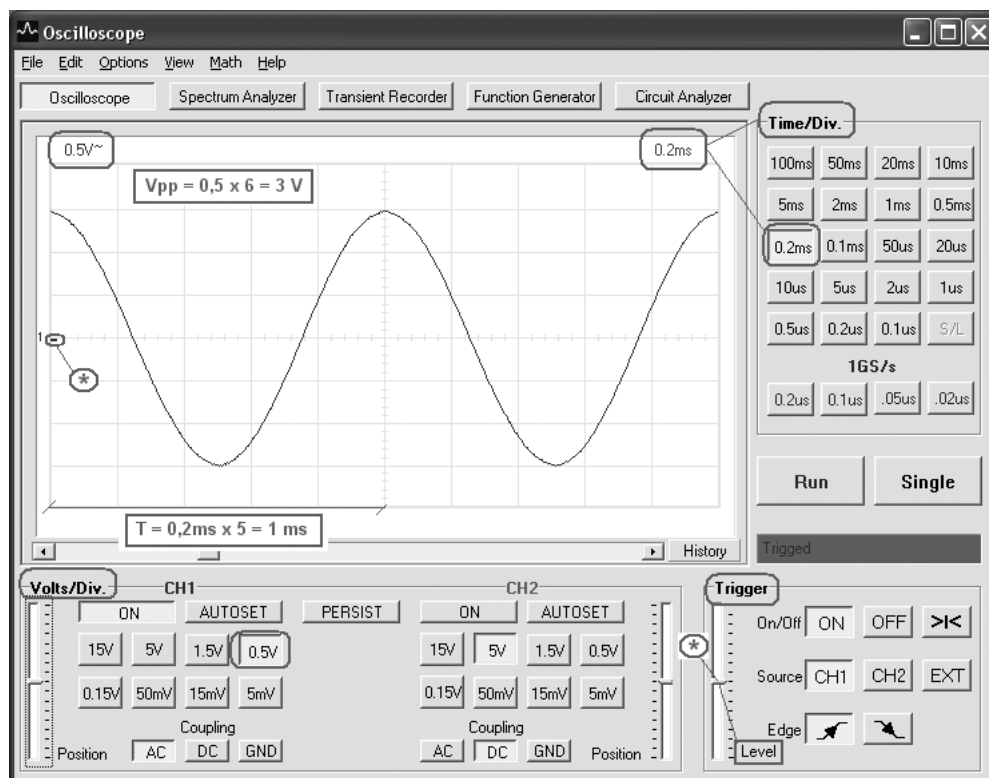

FIGURA A.7 Misura del periodo e del valore picco picco di una sinusoide.
- colleghiamo il segnale al canale 1 (CH1) dell'oscilloscopio, impostiamo l'accoppiamento AC e un valore di Volts/Div. tale da far occupare al segnale, in verticale, almeno quattro divisioni sullo schermo; in FIGURA A.7 (a pagina seguente) con 0,5 Volts/Div. il segnale occupa sei Div.;
sia immediatamente rilevabile (come in FIGURA A.7), risulta conveniente posizionare la forma d'onda in modo che negli istanti scelti per misurare il periodo la forma d'onda attraversi l'asse orizzontale, che riporta la suddivisione fine; con il cursore *X position* si sposta la forma d'onda in modo da far coincidere il primo punto con l'inizio di una divisione e si misurano le Div. che intercorrono fra i due punti; per migliorare la precisione della misura è possibile settare la base dei tempi in modo da visualizzare un solo periodo del segnale;
In FIGURA A.7 si riporta un esempio di misura: